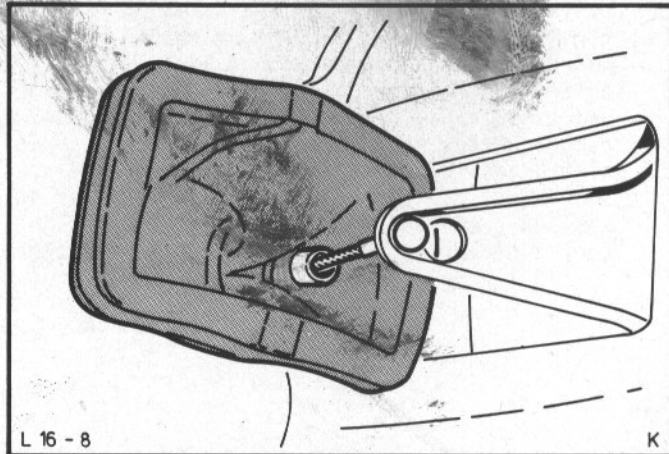

Abb.163 Kupplungsseilzug an der Schwinge aushängen
2. Klotz unter das Kupplungspedal setzen um die Raste von dem Zahnsegment zu trennen. Manschette - Kupplungsschwinge herausziehen. Kupplungsseil von Schwinge aushängen, dabei Seilzug vor Schwinge von Hand nach unten ziehen, mit Zange halten und Seil aushängen, Abb.163. Manschette von Seilzug abziehen.